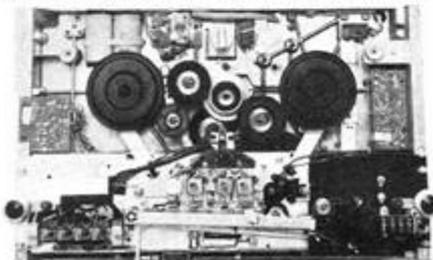
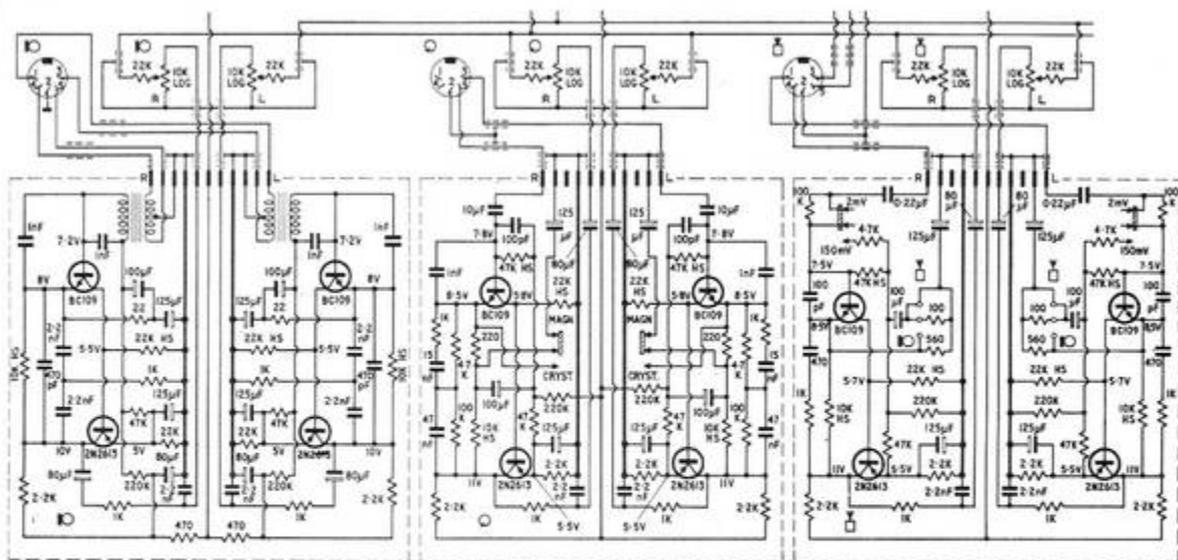

FIG. 2
FIG. 3
FIG. 2 bis
La figure 2 donne la photographie du mécanisme lorsque le cache est enlevé. Mais, enlever le cache posera un problème aux possesseurs de cet appareil. Le cache recouvrant le mécanisme ne peut s'enlever que si le cache protégeant les potentiomètres est déjà enlevé. Comme cette opération est un problème, nous allons en donner la solution. Dans l'ordre : enlever par arrachement les six boutons des potentiomètres à déplacement linéaire, desserrer les vis des boutons d'écouteurs avec un tout petit tournevis, puis les enlever, dévisser dans le sens normal le bouton pause, puis avec une clef spéciale pour vis à tête creuse à six pans (clef pour vis Allen), desserrer la vis du levier de commande, puis enlever ce levier. On peut alors enlever le premier cache ; le deuxième s'enlève en retirant d'abord les deux galets compensateurs, en dévissant six vis et le bouton de changement de vitesse. Mais, pour enlever ce bouton, il faut aussi utiliser une clef pour vis Allen. Heureusement que c'est la même que la précédente.
Sur la figure 2, on voit les têtes magnétiques ; la figure 3 en donne le détail. Sur son chemin, la bande rencontre une tête d'effacement « Bogen » en ferrite, nouveau modèle, puis une tête de lecture 4 pistes stéréo, puis une tête d'enregistrement 2 pistes stéréo, puis enfin une tête de lecture 2 pistes stéréo. Toutes les têtes de lecture et d'enregistrement sont des têtes dites elliptiques. Comme cette forme donne un meilleur contact entre la tête et la bande elle peuvent travailler sans presseur (1). Le seul presseur qui donne la tension à la bande est placé devant la tête d'effacement. Or voit très bien ce presseur (en noir)
La figure 3 montre le montage des têtes et on voit qu'elles ont toutes un réglage de basculement et d'oscillation. Etant donné la nouvelle forme des circuits magnétiques des têtes d'effacement, il a fallu prévoir un réglage en hauteur de cette tête.
Sortant de la bobine débitrice, la bande rencontre un galet compensateur tournant puis un galet fixe, encore un galet fixe entre les têtes, un galet fixe après le cabestan, puis un galet compensateur (Fig. 2 et Fig. 3).